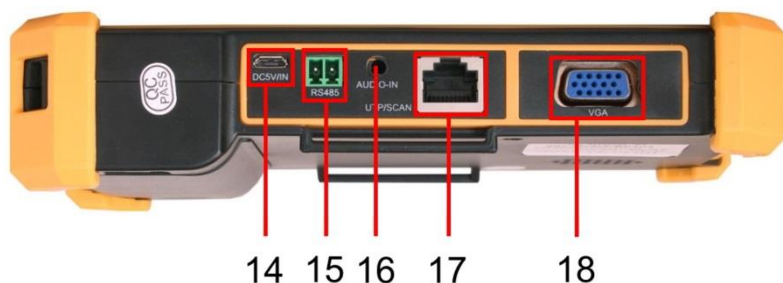
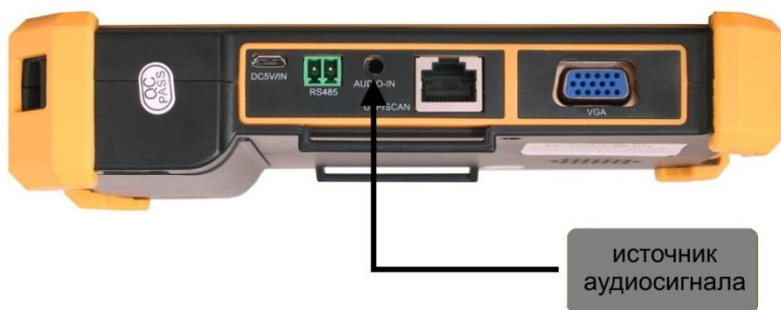

Рис.5 Тестер TSH-H-5, разъемы нижней панели
Рис.19 Подключение источника аудиосигнала к тестеру
При подключении поворотной PTZ видеокамеры дополнительно используется клеммная колодка RS485 (15) Рис. 5 (соответствующий кабель входит в комплект). Остальные подключения видеокамеры к тестеру выполняются аналогично п.5.1.
Подключение устройств с интерфейсом VGA производится к входу с обозначением VGA на нижней панели тестера (18) Рис.5. Тестер в этом режиме работает как монитор.
Данная функция тестера позволяет прослушивать аудиосигнал от внешнего источника. Для включения этой функции достаточно соединить кабелем TRS 3.5 из комплекта поставки разъем AUDIO-IN (16) Рис.5 и источник сигнала (Рис.19).